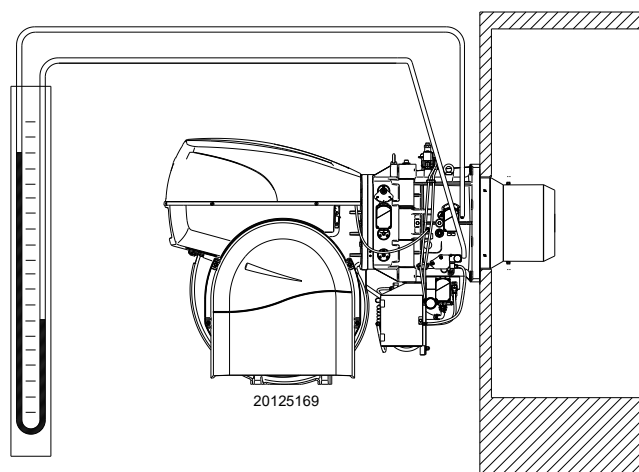

Fig. 33
- Monter un manomètre en U ou un manomètre de type différentiel (Fig. 33), avec la prise (+) sur la pression de gaz du manchon et (-) dans la chambre de combustion. Ceci sert à obtenir approximativement la puissance MAX. du brûleur.
L'arrivée de gaz au manchon est mise en évidence sur le manomètre en U (Fig. 33).